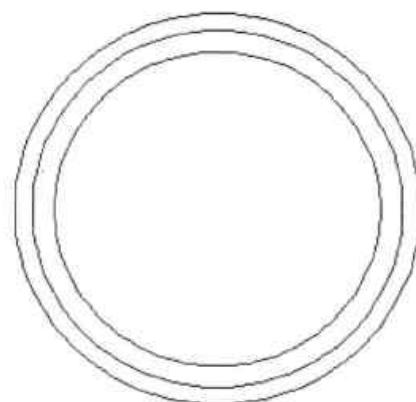

图12-39 绘制同心圆
**Step02** 同样执行“圆”命令，指定圆心，绘制半径为 73.5mm 和 80.5mm 的两个圆，完成一个同心圆的绘制，如图 12-39 所示。